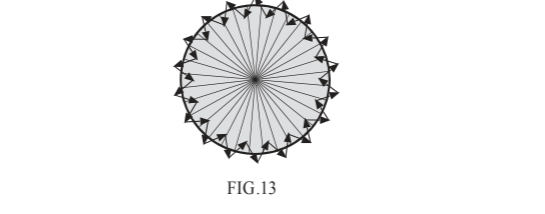

FIG.13
- Caminhe desde o exterior na transversal em relação ao padrão do detector até o LED acender por aprox. 2 seg. e se desligar; o acionamento seguinte deve ser num intervalo de 2 seg. (consulte a FIG.13).